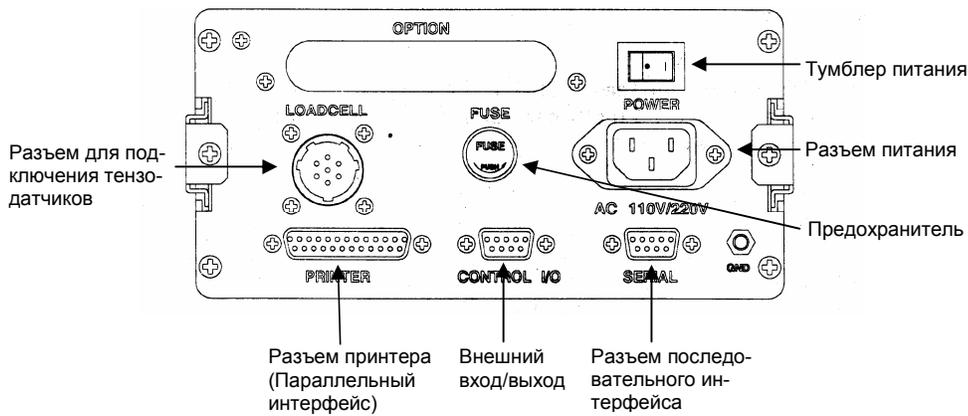
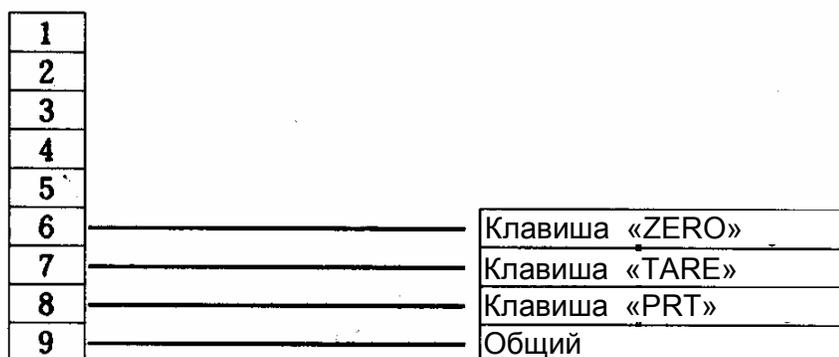
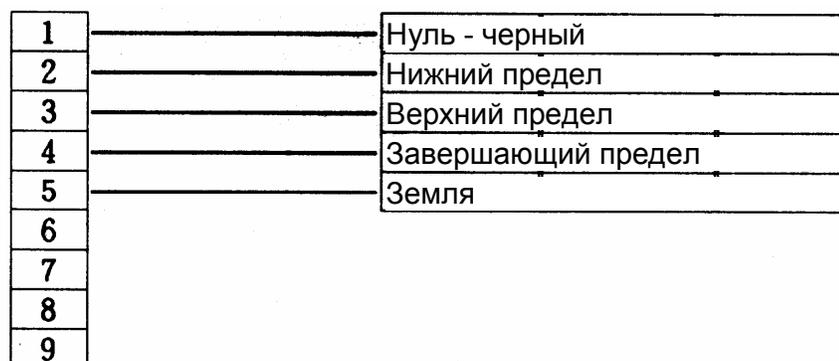

Рис. 3 Вид задней стенки
Рис. 5 Распайка разъема для внешней клавиатуры
Рис. 6 Распайка релейного выхода
- Подключите провод питания к разъему питания (см. рис. 3).
- Включите питание индикатора тумблером питания (см. рис. 3).
Для подключения внешней клавиатуры используется 9-ти контактный разъем «внешний вход/выход» (см. рис. 3) с четырьмя задействованными контактами (рис.3). Распайка разъема приведена на рис. 5.
Контакты релейного выхода находятся на разъеме «внешний вход/выход» (см. рис. 3). Распайка разъема приведена на рис. 6.